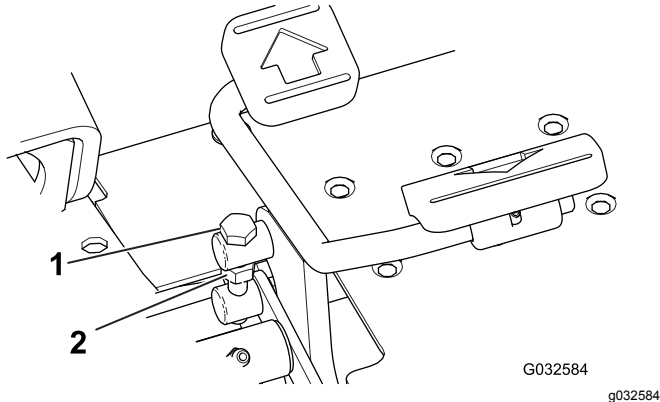

図 45
1. 走行ペダルの側面ついているトラニオンボルトのジャムナットをゆるめる 図 45。